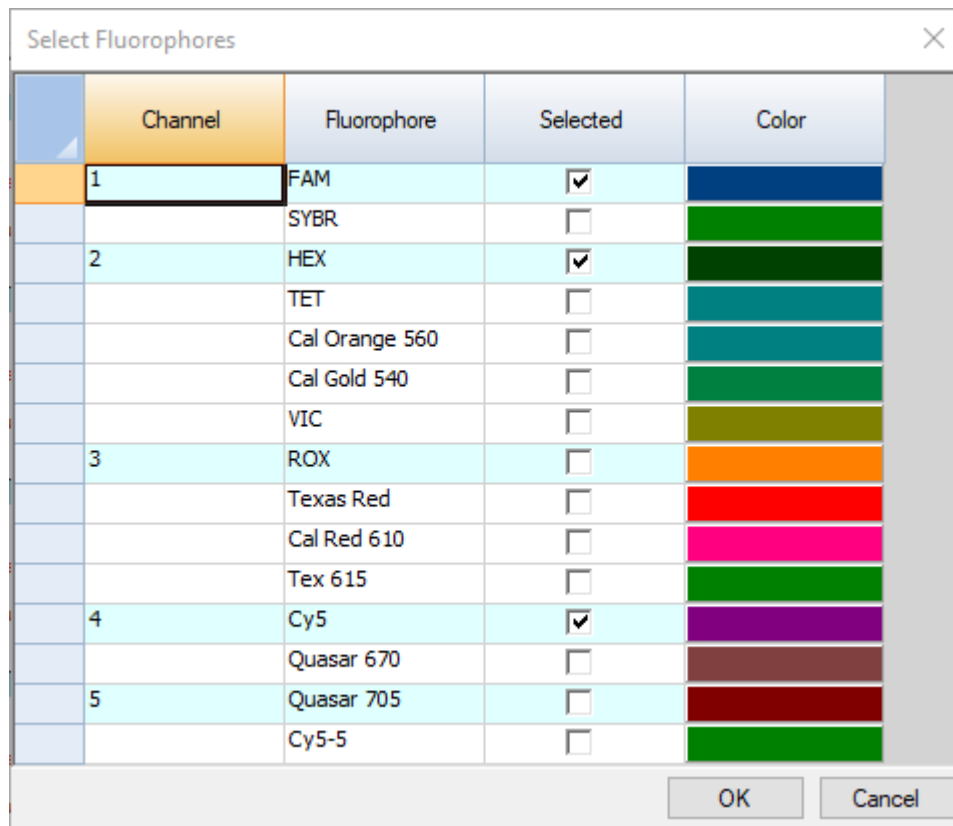

Figura 14 Selecciones de fluoróforos en el cuadro de diálogo Select Fluorophores del CFX Maestro
- 18 En el cuadro de diálogo, marque las casillas de verificación de los fluoróforos **FAM**, **HEX** y **Cy5**. Desactive las casillas de verificación de todos los demás fluoróforos. Consulte **Figura 14**.